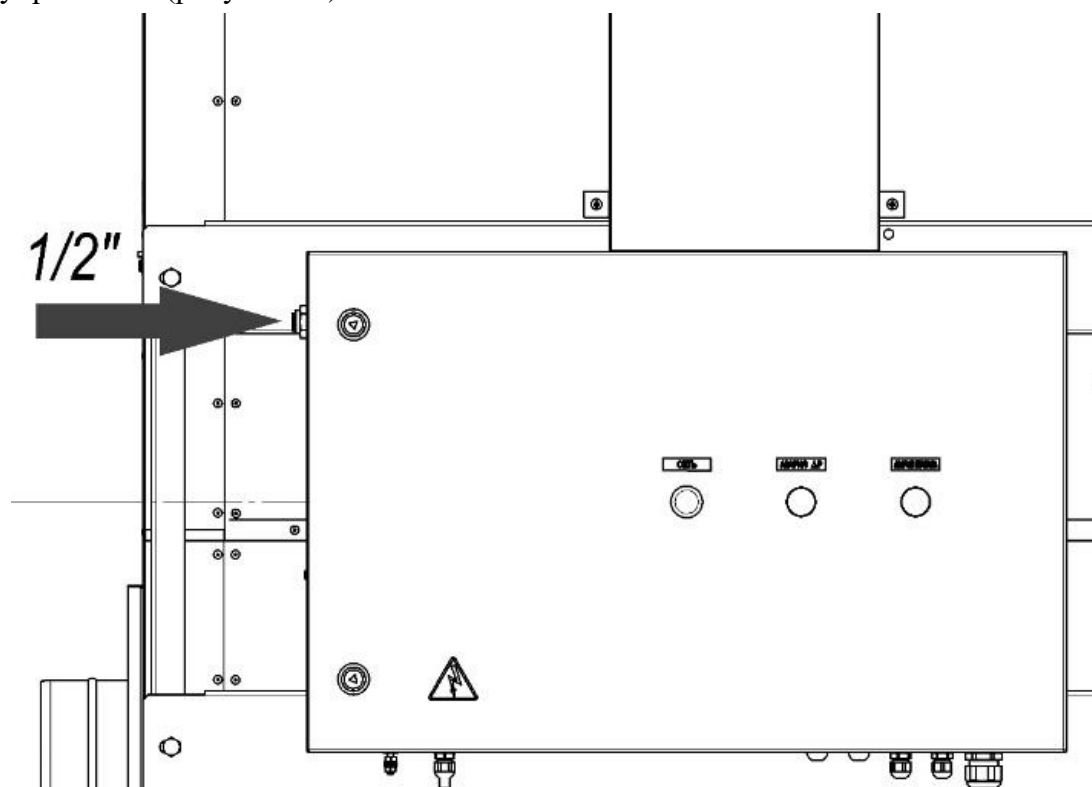

Рисунок 11
5.4.1 Подключить фильтр к системе сжатого воздуха, для этого подвести шланг диаметром 12 мм и подсоединить его через быстроразъёмное соединение, установленное на боковой стенке пульты управления (рисунок 11).